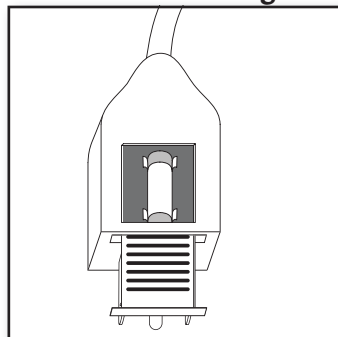

Figura 5
3. Retire cuidadosamente el fusible de las pinzas que lo sostienen en la parte superior e inferior. Riesgo de incendio. Reemplace el fusible solamente con uno de 5 Amperios y 125 Voltios. Figura 5.